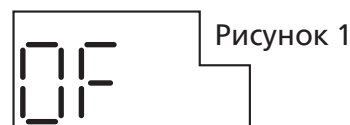

Рисунок 1
- A Состояние отключения: как показано на рис. 1 (заливка воды в систему отопления завершена).